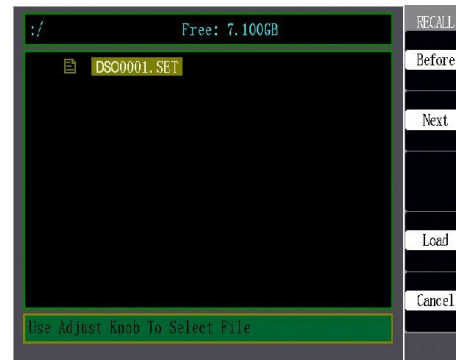

Figura 2-60 Retornar as configurações de uma unidade de memória flash USB
- Pressione [SAVE/RECALL] e selecione o tipo “Setup save”, como mostrado na figura 2-60.
- Pressione “Recall” para pular para a interface do arquivo na unidade de memória flash USB, como mostrado na figura 2-60.